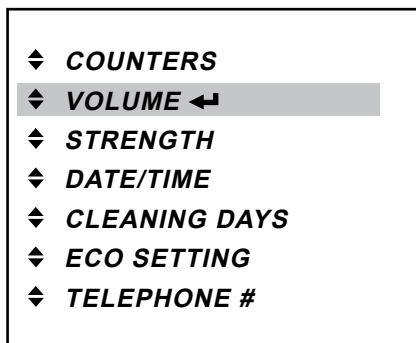

Fig. 34
1. Press the enter button ◀ to access the «VOLUME» menu. (Fig. 34)